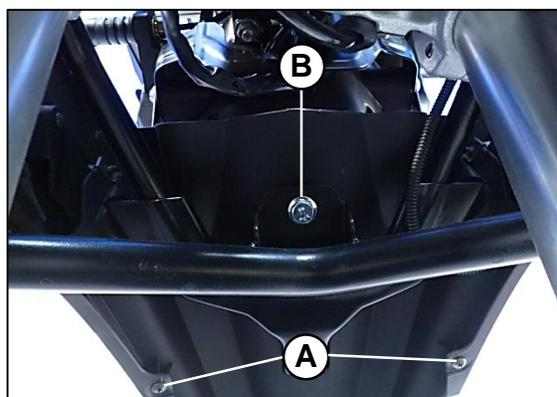

Fig.10
Desajuste posteriormente los tornillos golosos inferiores delanteros (A) de ambos lados. Fig.10
Tenga en cuenta que este slayder tiene dos cuerpos extraíbles en su estructura; Retire el tornillo de 12 mm inferior (B) de ambos lados Fig.12 . Y el tornillo ensamblado en el segundo cuerpo esta ubicado en la parte media de ambos lados, también de 12 mm. Fig.13. Para liberar por completo la estructura superior del slayder debe extraer el tornillo de 12 mm (B) ubicado en la parte extrema superior del soporte de farola. Fig.10